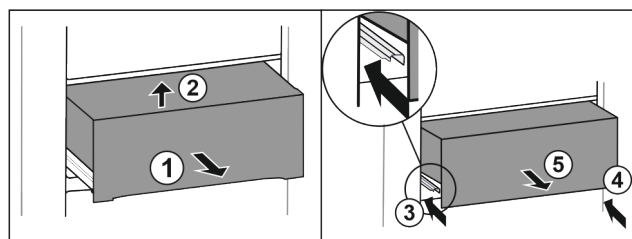

Fig. 27*
- ▶ Schuiflade er half uitschuiven Fig. 27 (1).*
- ▶ Aan voorzijde optillen Fig. 27 (2).*
- ▶ Linker rail erin schuiven Fig. 27 (3).*
- ▶ Rechter rail erin schuiven Fig. 27 (4).*
- ▶ Lade er naar voren uitnemen Fig. 27 (5).*